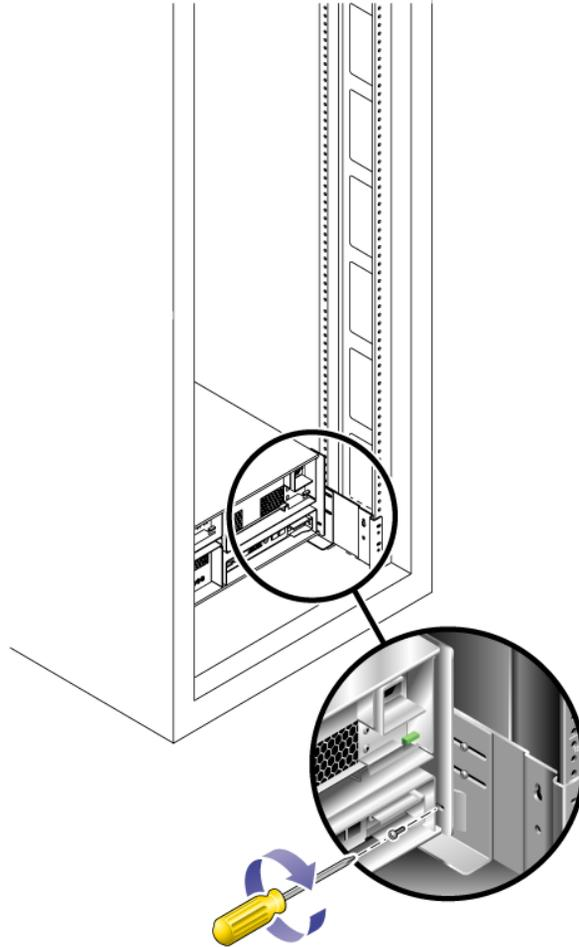

FIGURE 2-10 Fixation de l'unité à l'arrière du rail de l'armoire
4. Installez et serrez deux vis 6-32 (une par côté) à l'arrière du plateau, pour fixer l'arrière du plateau à l'armoire (FIGURE 2-10).